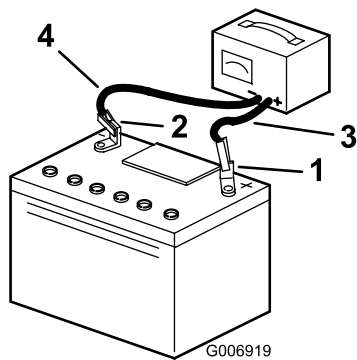

Figura 29
- Scollegate i cavi del caricatore dai poli della batteria (Figura 29).